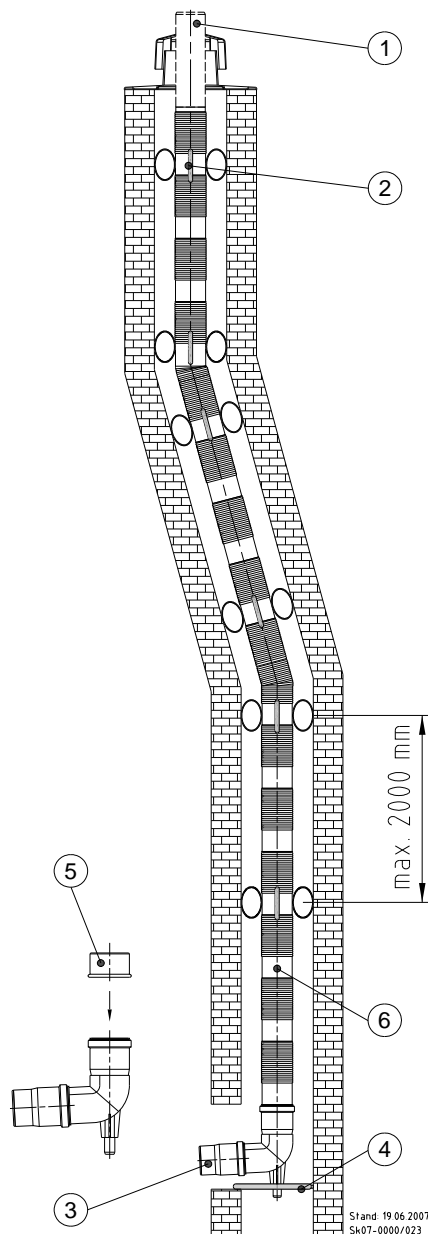

Abb. 63: Kaminsystem, flexibel
Nachfolgende Beschreibungen beziehen sich auf Abb. 63:
Legende zu Abb. 63:
Als erstes wird das Unterteil ⑬ über das Leitungsende ① (s. Abb. 63) geschoben und mit seiner Flanschfläche mittels beiliegendem Befestigungssatz auf der Schachtmündung festgeschraubt. Je nach Oberfläche der Schornsteinmündung ist ein geeignetes Abdichtmittel zu verwenden. Die Flexrohrklemme ⑭ wird aufgespreizt und über das Leitungsende bis zum Unterteil ⑬ geschoben. Die Flexrohrklemme ⑭ fasst in eine Ringnut an der Oberkante des Oberteiles und verhindert so das Abrutschen der Abgasleitung in den Schacht. Zuletzt wird die Abdeckhaube übergestülpt und auf das Unterteil aufgedrückt. Nun die Abgasleitung mind. 4 cm oberhalb der Abdeckhaube abschneiden.